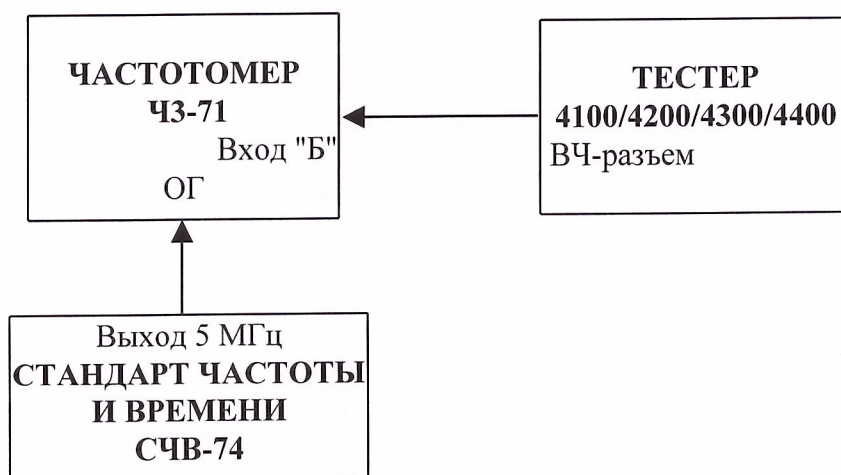

Рис.2. Схема измерения погрешности установки номинального значения частот тестового сигнала генератора.
8.3.1.1. Соберите рабочее место в соответствии с рис.2.